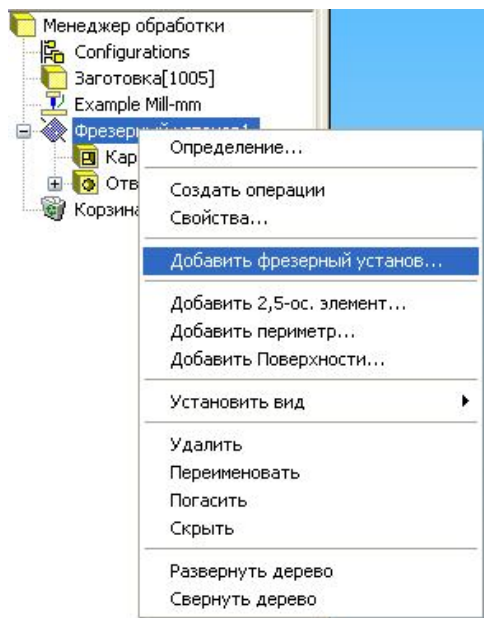

Рисунок 5.9 - Ручне розпізнавання елементів
1. Клацніть правою кнопкою миші по  Фрезерный установ1, в меню оберіть <Добавить фрезерный установ...>(рис. 5.9).